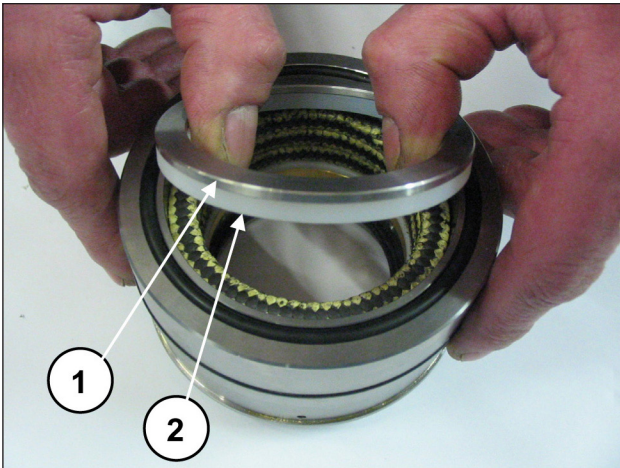
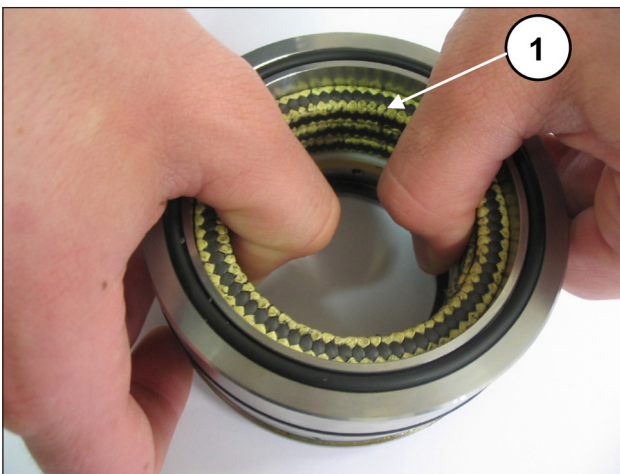

Abb. 161
Abb. 162
Trennen Sie den Dichtungshalter von der Buchse, entfernen Sie dann den Federring und den Abstreifring (Pos. ①②, Abb. 161), um die Druckdichtungen freizulegen (Pos. ①, Abb. 162).